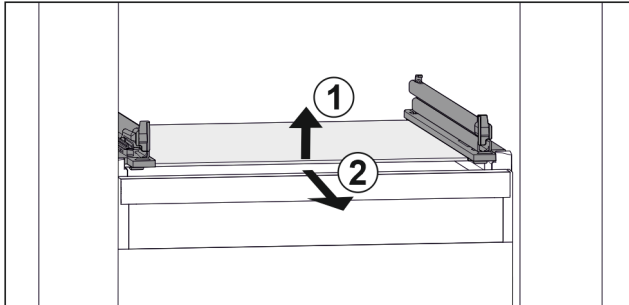

Fig. 36 Rappresentazione esemplificativa del ripiano in vetro
- ▶ Sollevare il ripiano in vetro dal davanti. Fig. 36 (1)
- ▶ Rimuovere il ripiano in vetro tirando in avanti. Fig. 36 (2)